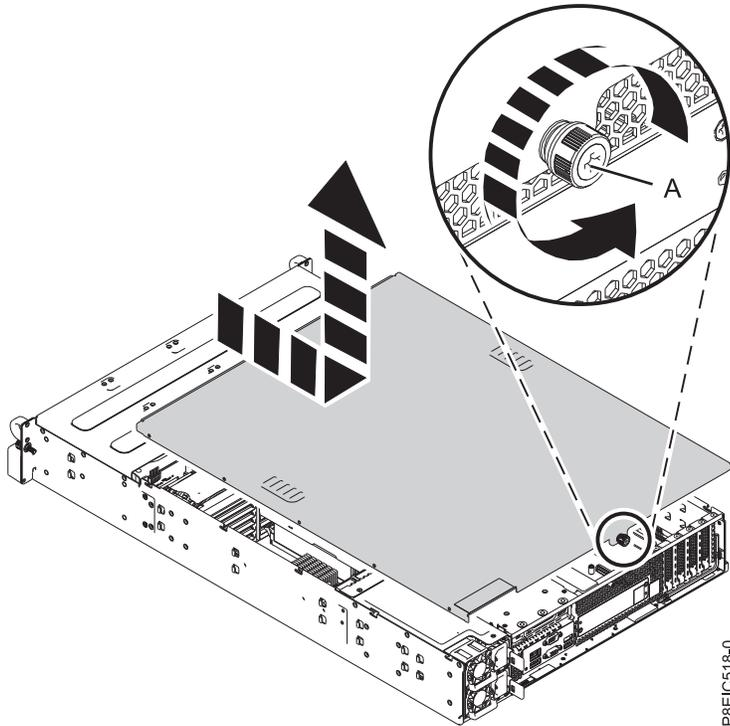

Figura 120. Extracción de la cubierta de servicio
1. En la parte posterior del sistema, afloje el tornillo de la cubierta (A) que fija la cubierta al chasis. Consulte la Figura 120 en la página 120.